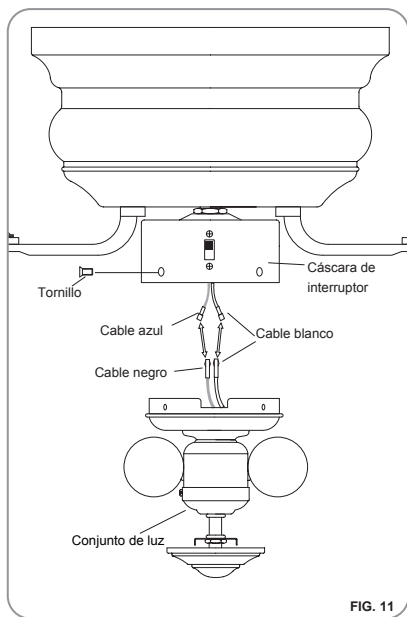

FIG. 11
Paso 1. Quite tres tornillos del conjunto de luz. Sujeta el conjunto de luz bajo el ventilador. Conecte el cable blanco del motor con el cable blanco del conjunto de luz. Conecte el cable azul del motor con el cable negro del conjunto de luz. (Fig.11)